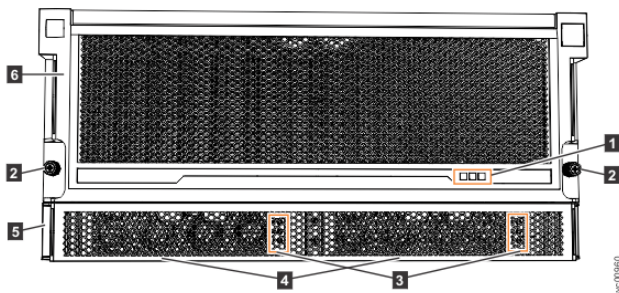
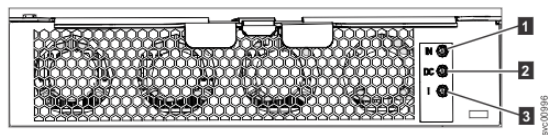

图 142. 扩展机柜前部的指示灯
图 143. 电源单元前部的指示灯
如第 112 页的图 142 所示，5U 扩展机柜的前部包含显示面板 (1) 和每个电源单元 (3) 的指示灯。
5U 扩展机柜包含 2 个 PSU (第 112 页的图 142 中的 4)，可从机柜前部访问这些 PSU。每个 PSU 都有自己的一组指示灯，如第 113 页的图 143 中所示。